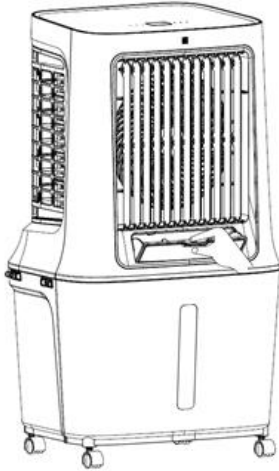

Fig.1
1. Abrir a comporta de entrada e deitar água lentamente (Fig. 1 e 2).